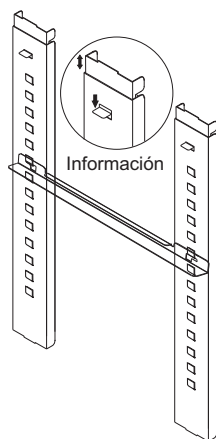
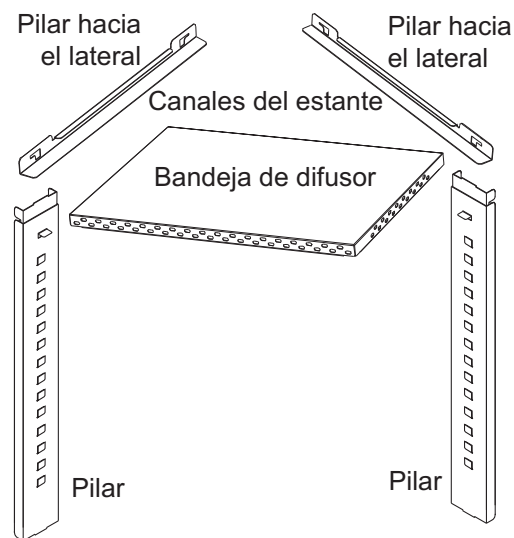

Figura 1-9. Canal de los estantes instalado
Figura 1-7. Instalación de los estantes
1. Instale los pilares, dos a cada lado, con la pestaña orientada hacia el centro de la cámara con las ranuras hacia arriba. Presione hacia abajo en la sección superior de cada pilar para ubicarlo y, a continuación, soltarlo cuando esté en posición (figura 1-9). Ajuste cada pilar fijamente en las hendiduras en cada lado del techo y el suelo de la cámara. En la figura 1-7 se muestra la bandeja de difusor, los pilares y los canales de los estantes.
4. En la figura 1-9 se muestra un canal de los estantes instalado en los pilares en la parte derecha de la cámara.